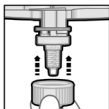
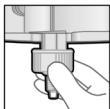

Fig. 3
Fig. 4.1
5. Când vârful de mixare se află în poziția corectă (Fig. 3), apăsați inelul de fixare Dynamix peste vârful de mixare până când se oprește și rotiți-l (1/4 de rotație) în sensul acelor de ceasornic până când acesta este bine fixat (Fig. 4.1, 4.2 și 5)